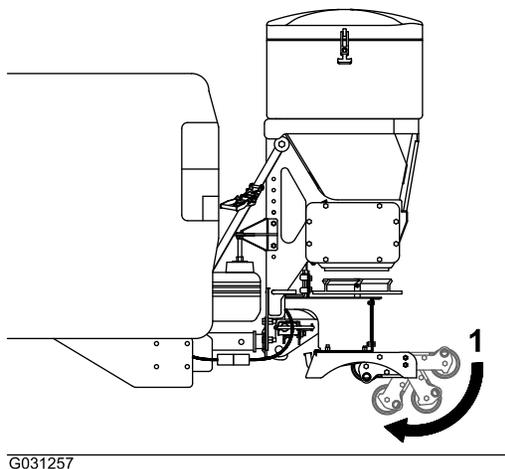

Figure 23
8. Mettez le pied sur les roues du pied pour les faire pivoter et les ranger sous le pied (Figure 23).